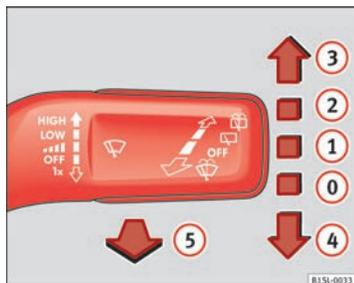

Fig. 60 Utilizzo dei tergicristalli.
- Premere brevemente la leva dei tergicristalli verso il basso ⇒ fig. 60 ④.